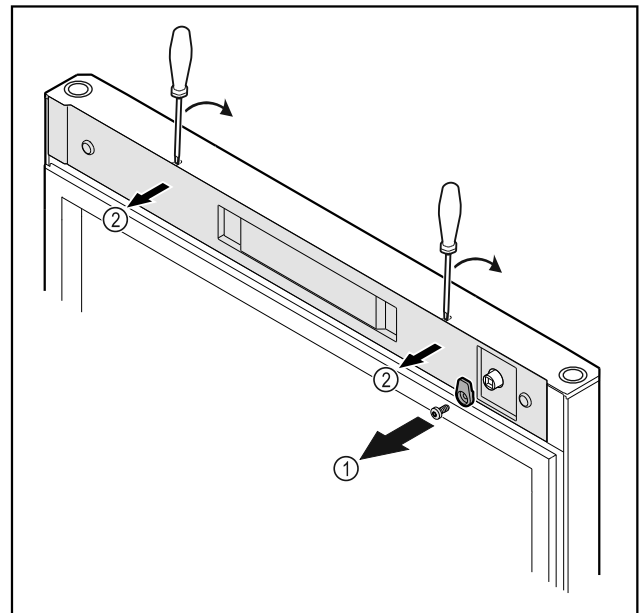

Fig. 12 \*
- ▶ Skruva av låskroken Fig. 12 (1)\*
- ▶ Lossa skyddet Fig. 12 (2) med en liten skruvmejsel och ta av det.\*